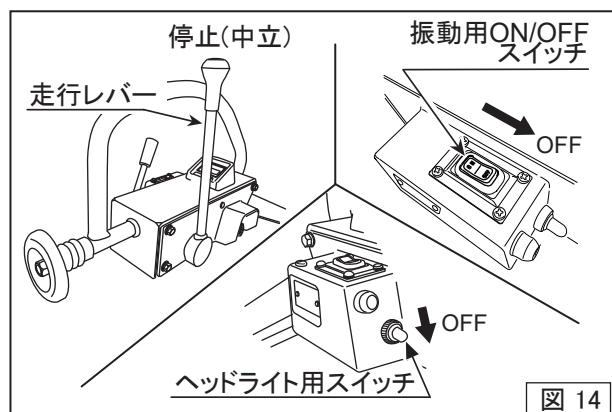

図 14
- 走行レバーを停止(中立)、振動用ON/OFFスイッチ及びヘッドライト用スイッチはOFFの位置にします。(図14)
- 振動用ON/OFFスイッチをOFFにし、走行レバーを停止(中立)に戻してください。振動が停止したことを確認してから调速レバーを停止位置にします。(P15, 図14)